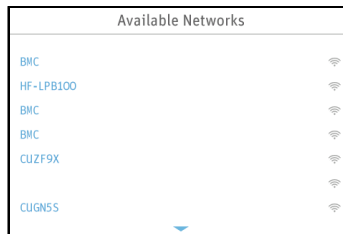
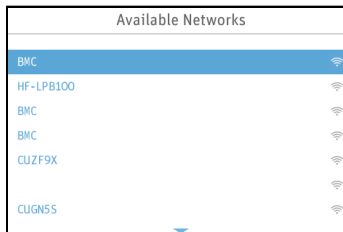

Fig. 16-7
Fig. 16-8
(3) Interfața de configurare „**WiFi**” afișează un anumit număr de rețele WiFi disponibile într-o ordine aleatorie, așa cum se arată în Fig. 16-7. Dacă sub lista de rețele WiFi apare un simbol de trecere la altă pagină, acesta indică faptul că, atunci când cursorul este pe ultima rețea WiFi de pe pagina respectivă, utilizatorul poate roti **butonul rotativ** spre dreapta pentru a vedea rețelele WiFi rămase, așa cum se arată în Fig. 16-8. Dacă rețeaua WiFi dorită nu apare în listă, deconectați dispozitivul de la sursa de alimentare, conectați-l din nou la sursa de alimentare, apoi repetați pașii (1) (2) pentru a căuta rețele WiFi. Continuați să căutați până când se găsește rețeaua WiFi dorită.